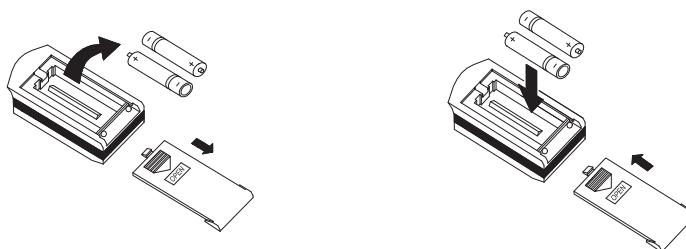

Рис. 7.9
7.5.2.3 Замена батареек в пульте управления (рис. 7.9).
- В пульте управления кондиционера применяются две батарейки 1,5 В типа ААА. Для извлечения батареек, при замене, необходимо сдвинуть крышку пульта управления в направлении стрелки (см. рисунок 7.9) извлечь батарейки и установить новые.